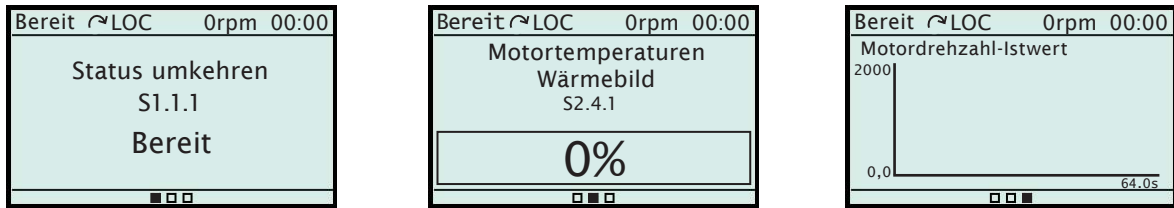

Abbildung 4.12: Ansicht in (a) Text, (b) Balken und (c) Grafik
- **Vollbild:** es deckt einen ganzen Hauptbildschirm ab und ermöglicht die Anzeige von Lesevariablen im Format **Text, Balken oder Grafik**. Abbildung 4.12 auf Seite 81 zeigt ein Beispiel mit den drei Formaten.